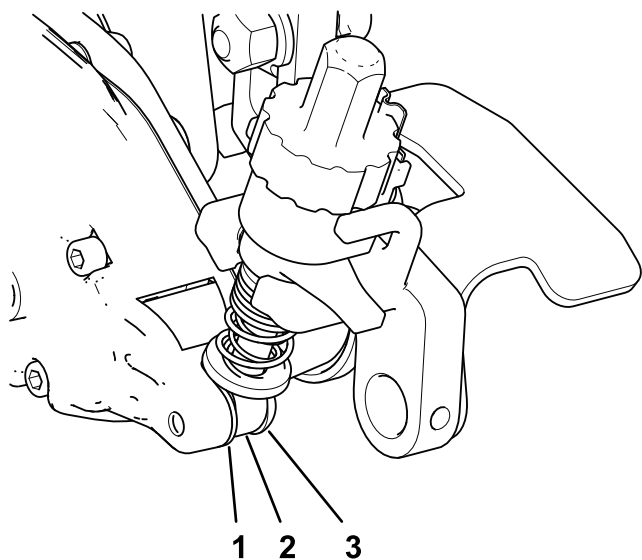

図 22
4. グルーマ駆動ボックス側で、刈高ブラケットのアジャスタアームをグルーマ駆動ボックスの内側にセットし、ショルダボルトと硬化ワッシャを使って 図 22 のように固定し、ショルダボルトを 16-22 Nm 1.7-2.2 kg/m = 12-16 ft-lb にトルク締めする。